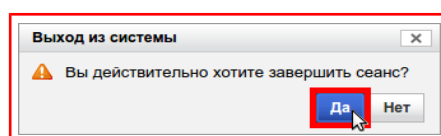

Рисунок 15.2 — Диалоговое окно «Выход из системы»
- 2) В появившемся диалоговом окне нажать на кнопку **«Да»**, рисунок 15.2.